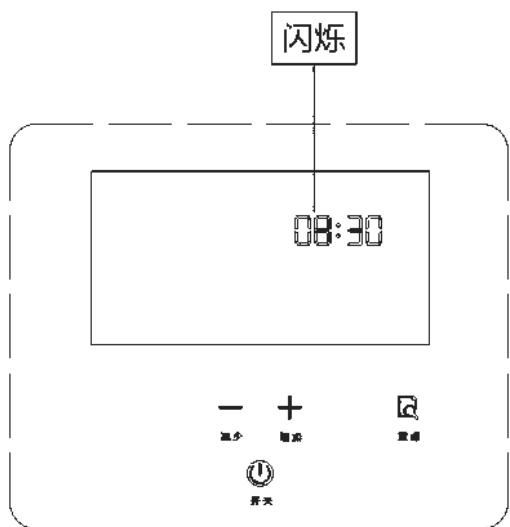
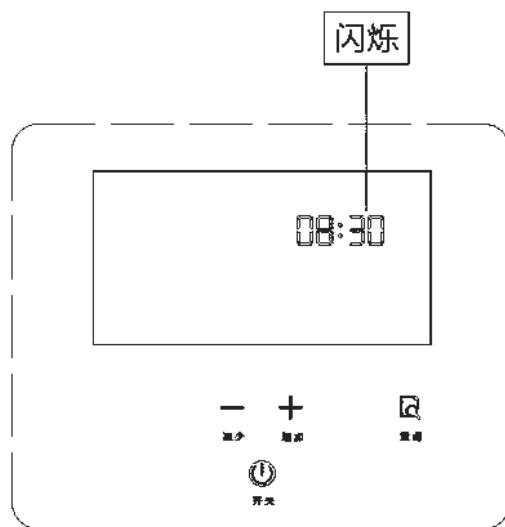

图23
图24
在普通模式工作状态下按“”键可进行累计用水量以及累计耗气量的信息查询功能。按一下“”查询功能键即可查询累计用水量信息，此时显示屏的显示变化(如图23)所示，再按一下“”查询功能键可查询累计耗气量信息，此时显示屏的显示变化(如图23)所示。按第三下“”查询功能键或无操作20秒，可退出查询功能。
通电30秒内,关机状态下,按“⑩”键,可设置当前时间,显示当前时间小时数闪烁(如图23),再按一下“⑩”键,显示当前时间分钟数闪烁(如图24),再按一下“⑩”键或5S不设置,退出设置当前时间;时间闪烁时按“±”或“-”键调节当前时间。